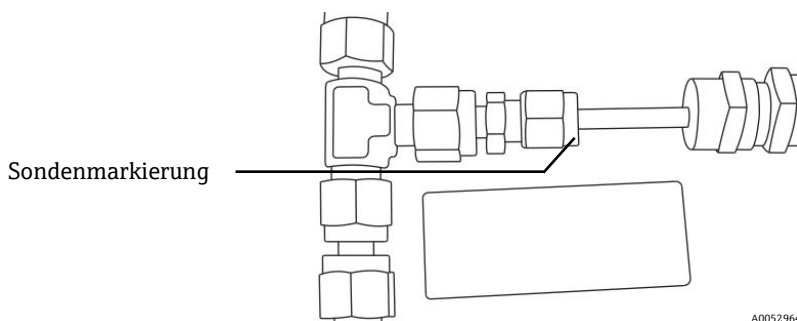

Abbildung 8. Sauerstoffsonde – Eintauchmarkierung
4. Sondenspitze in die Mutter der Swagelok T-Armatur für die Sauerstoffsonde einführen, bis die schwarze Markierung auf der Sonde auf die Öffnung der T-Armatur trifft. Siehe Abbildung 8.
10. Sondenspitze in die Mutter der Swagelok T-Armatur für die Sauerstoffsonde einführen, bis die schwarze Markierung auf der Sonde auf die Öffnung der T-Armatur trifft. Siehe Abbildung 8.